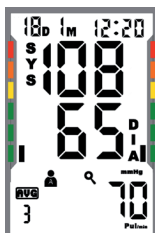

Abb. 8a
- Durch Drücken der Taste „On/Off START“ können Sie sich die Durchschnittswerte anzeigen lassen (s. Abb. 8a, nächste Seite). Die Zahl im Display unter „AVG“ gibt an, aus wie vielen der letzten Werte der Durchschnitt berechnet wurde. (Wie Sie diese Zahl ändern, lesen Sie bitte im Kapitel „Zeit-, Datums- und Durchschnittswert-Einstellungen“ in diesem Handbuch).